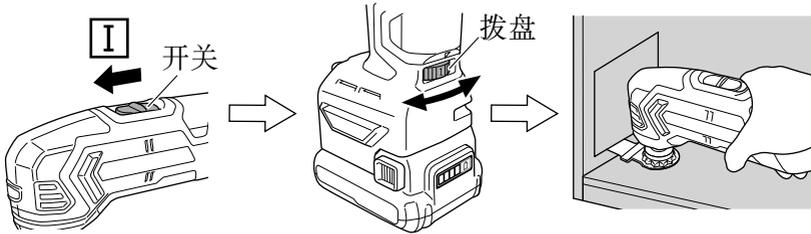

图 16
1. 打开装置并设置为合适的振荡速度。（图 16）
2. 轻轻地将应用工具放置在材料上，然后以平稳的速度向前移动应用工具。（图 16）